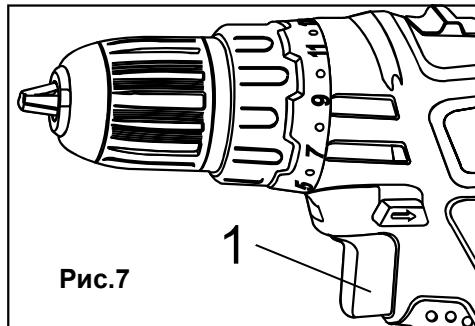

Рис.7
Шуруповерт оснащен кнопкой включения (1) с плавной регулировкой числа оборотов. Медленное вращение происходит при легком нажатии на кнопку и увеличивается при более сильном нажатии (Рис. 7). Для остановки инструмента отпустите кнопку включения.